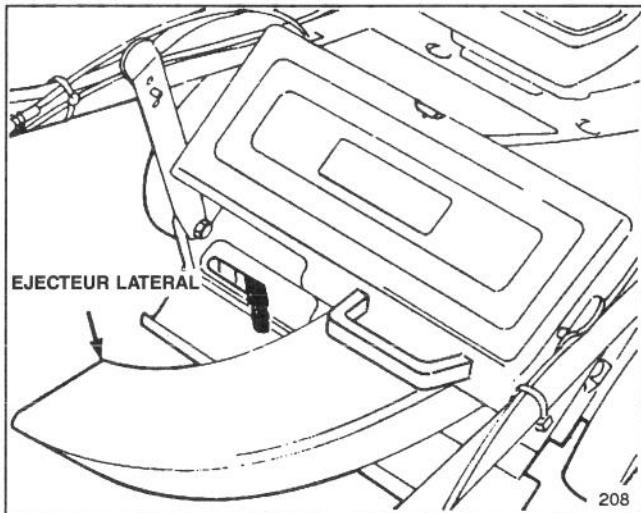

Figure 33
**1. Ejecteur latéral (modèle n° 59112)**—S'installe en quelques secondes, à l'arrière de la tondeuse, à la place du sac à herbe. Disperse l'herbe coupée tout en taillant sur les deux côtés (figure 33).